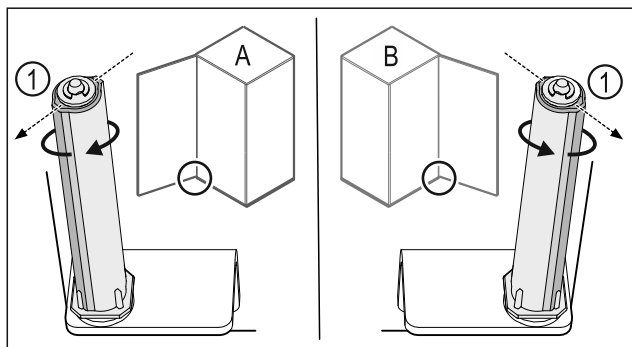

Fig. 45 Levý doraz (A) / pravý doraz (B)
- Otáčejte uzavíracím systémem proti odporu, dokud nebude lamela uzavíracího systému Fig. 45 (1) ukazovat směrem ven.